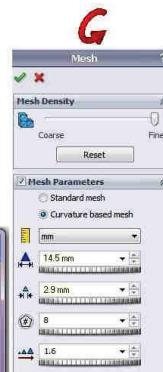

Fig. 3.43
- În fereastra **Mesh**, fig. 3.43:
- In **Mesh** window, fig. 3.43: